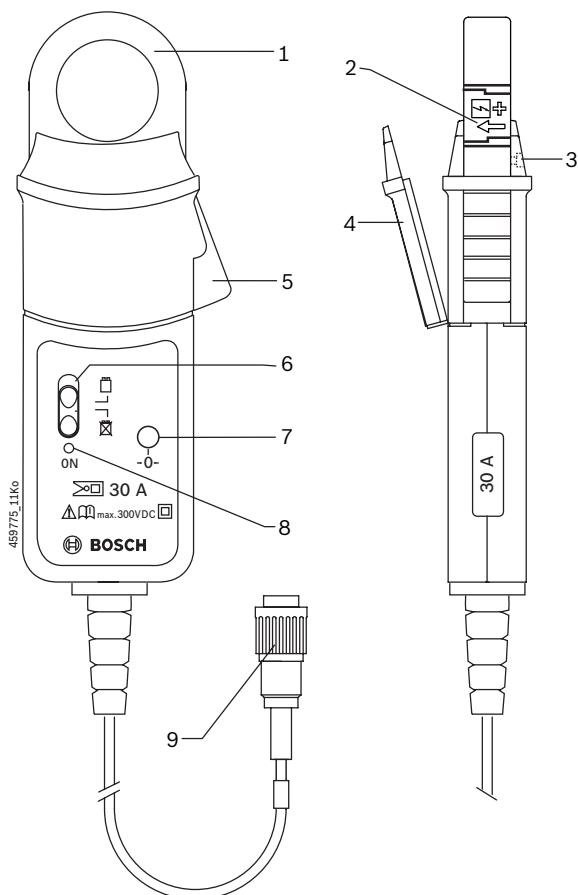

图 1: 电流计 30 A
通过博世检测仪向电流计供电，因此无需电池。 电流计的电池开关（图1，位置6）没有任何功能。
直接通过连接插头（图1，位置9）将电流计连接至检测系统。
1. 为了打开电池盒盖（图 1，编号 4）而拧松螺栓（图 1，编号 3）。